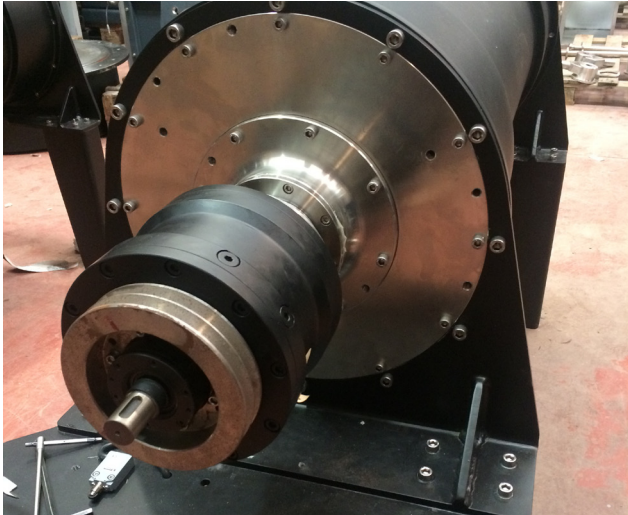

Рисунок 8
- Планетарный редуктор имеет высокий крутящий момент, КПД, вдвое компактней и легче редукторов других типов (рис. 8).